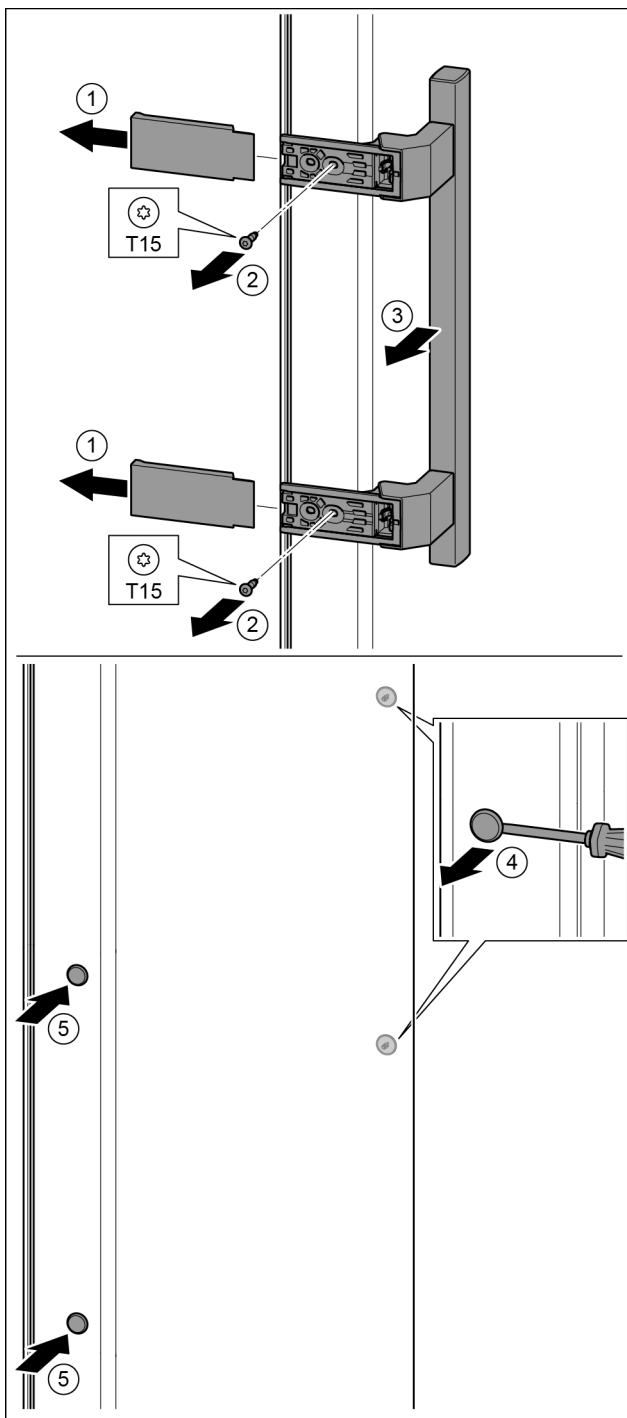

Fig. 20
- ▶ Extrageți capacul. Fig. 20 (1)
- ▶ Demontați șuruburile cu șurubelnița T15. Fig. 20 (2)
- ▶ Detașați mânerul. Fig. 20 (3)
- ▶ Ridicați cu precauție dopul lateral cu o șurubelniță plată și extrageți-l. Fig. 20 (4)
- ▶ Introduceți dopul pe partea opusă. Fig. 20 (5)